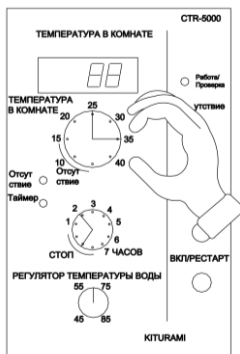

Рис. 8.
5. Установить регулятором «температура в комнате» желаемое значение обогреваемой температуры на отапливаемом объекте. (Рис. 8.)